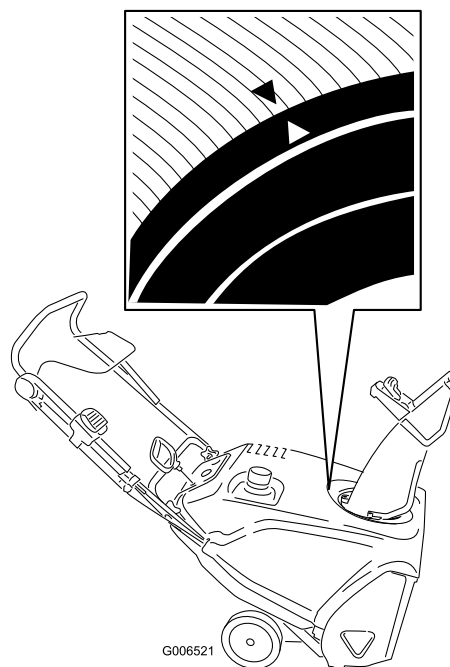

Bild 41
3. Drehen Sie den Auswurfkanal so, dass er nach vorne zeigt und der Pfeil hinten am Auswurfkanal mit dem Pfeil an der Abdeckung ausgerichtet ist (Bild 41).